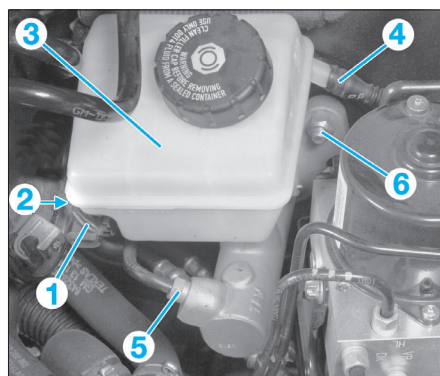

FIG. 19
- Débrancher le connecteur du capteur de niveau de liquide de frein (1) (fig. 19).
- Dévisser la vis (2) du vase de compensation (3).